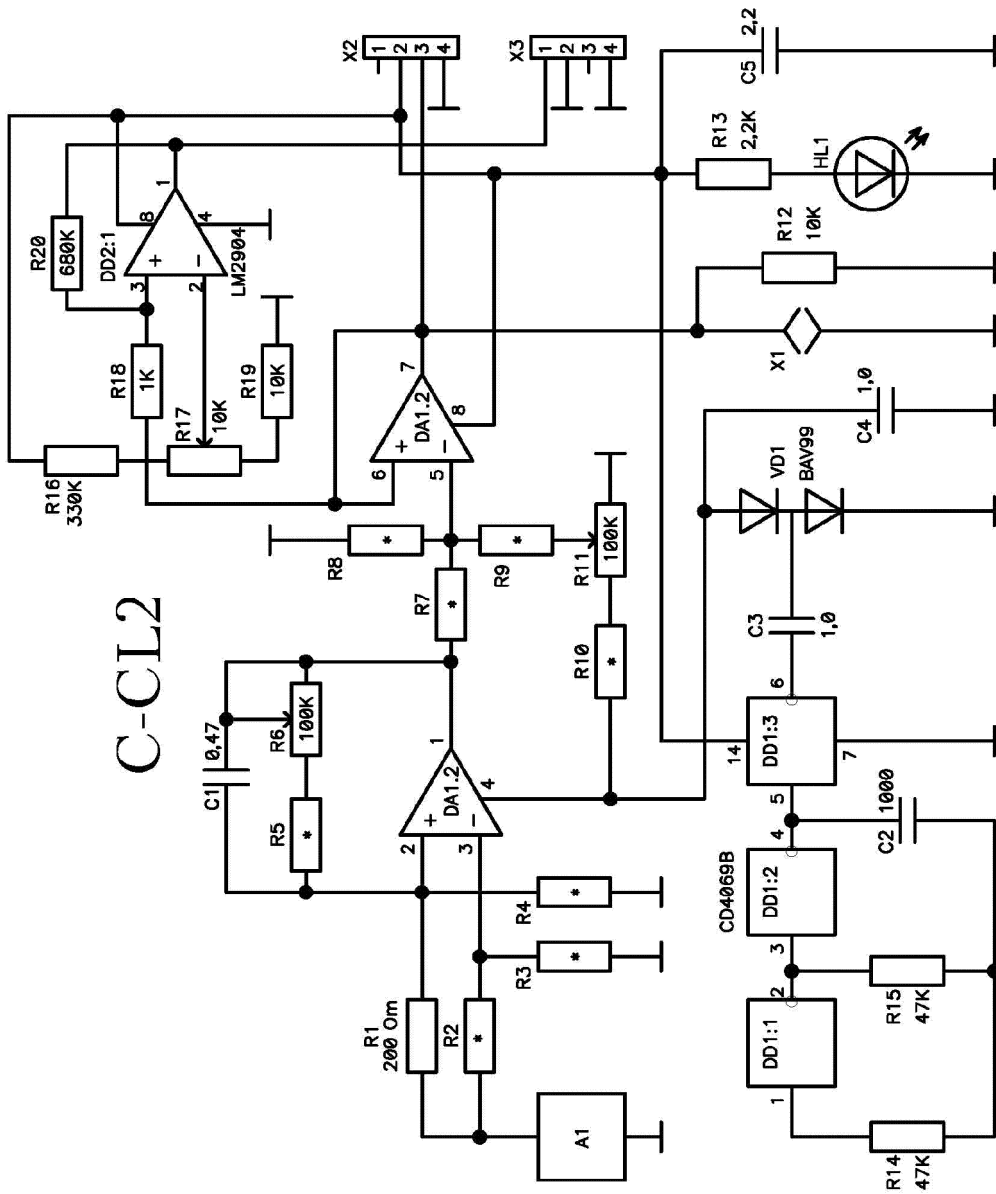

рис.2
- Плата для двухэлектродного электрохимического сенсора (маркировка «С-CL2») – используется в ГС «Агат», «Астра», «Хмель», «Хвощ» с сенсорами Е-2 производства Украины, в ГС «Мак» с сенсором производства фирмы Sixth Sense, а также в ГС «Клевер». Принципиальная схема показана на рис.2, расположение элементов – на рис.2а.